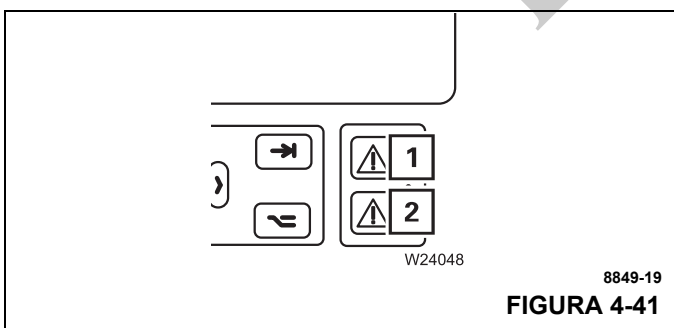

FIGURA 4-41
- las luces (1, Figura 4-41) y (2) se encienden,